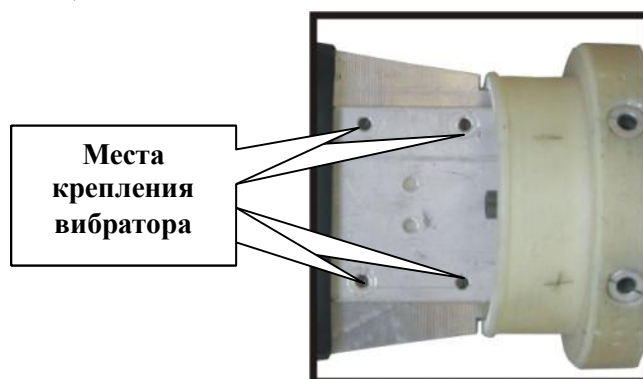

Рисунок 1.4.15. Места крепления вибратора к блоку приемника
7. Открутите четыре винта крепления вибратора 14 к блоку приемного устройства 7 (рисунок 1.4.15);